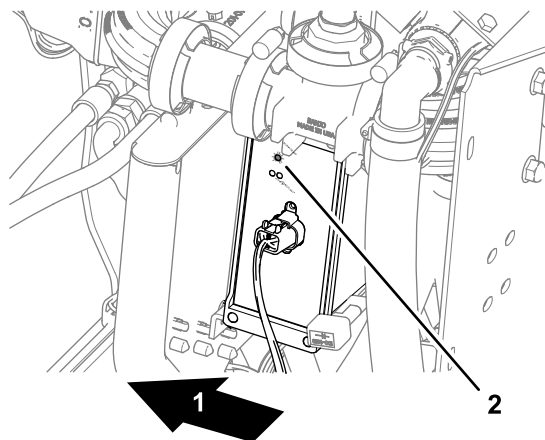

Рисунок 268
- Автоматический контроллер секции – загорается индикатор STATUS (СОСТОЯНИЕ) (Рисунок 268)